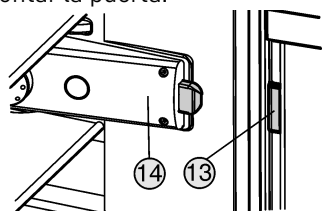

Fig. 8
La leva de conexión Fig. 8 (13) se debe encontrar en el lado de la carcasa luminosa Fig. 8 (14).